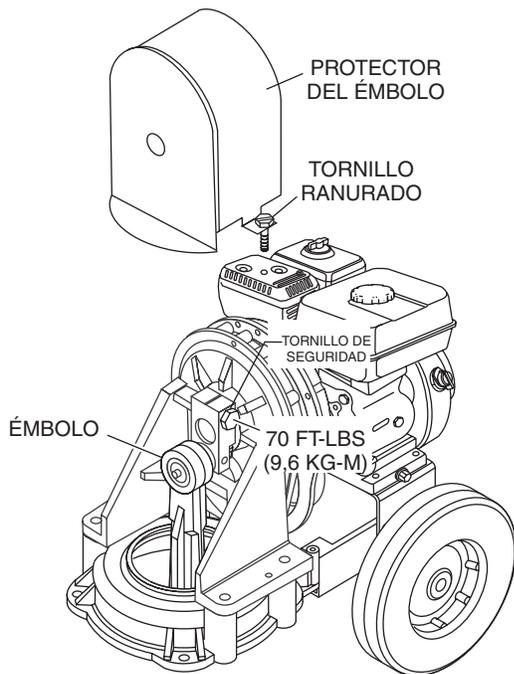

Figura 24. Ajuste del tornillo de seguridad
1. Quite el tornillo ranurado (2) para quitar el protector del émbolo (Figura 24)
3. Ajuste el tornillo de seguridad (Figura 24) con una llave dinamométrica a 70 ft.-lbs. (9,6 kg-m).